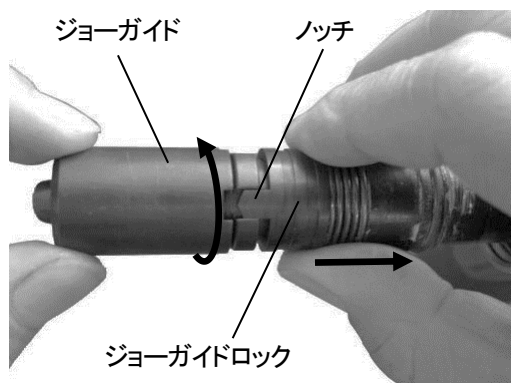

図 7-1
- 3) ジョーガイドロックを手で解除し、ジョーガイドをプリングヘッドから外します。(図 7-1)
- 6) ジョーガイドは手で 回らなくなるまで、締め込み 1 ノッチ(図 7-1 参照) 戻してください。